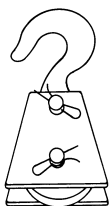

Figure 16
3. **UTILISEZ UN PALAN POUR LES CHARGES LOURDES.** Afin de maximiser la vie du treuil et du câble, utilisez un palan pour avoir un câble double pour les charges plus lourdes (Fig. 16).